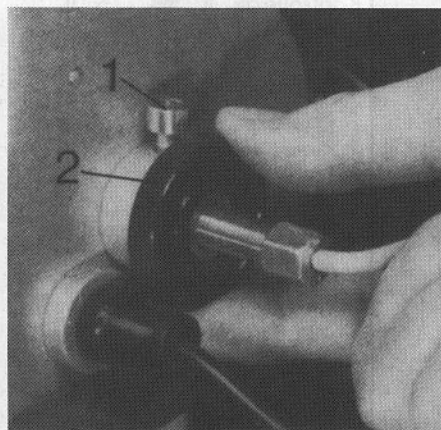
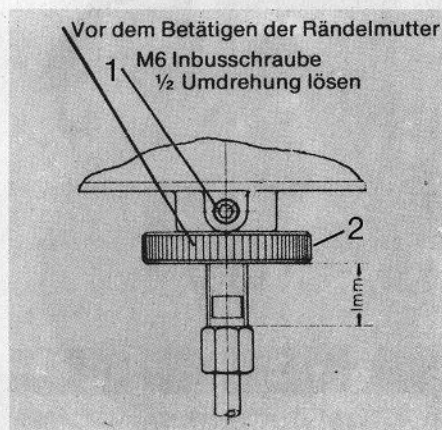

Abb. 17
Abb. 18
- b) Feineinstellung der Verbrennungsluft. Die genaue Dosierung der Luftmenge zur optimalen Verbrennung wird über die Längsverschiebung des Düsengestänges und damit der Stauscheibenposition im Flammenrohr erreicht (Abb. 17 Pos. 2 bzw. Abb. 18 Pos. 2).